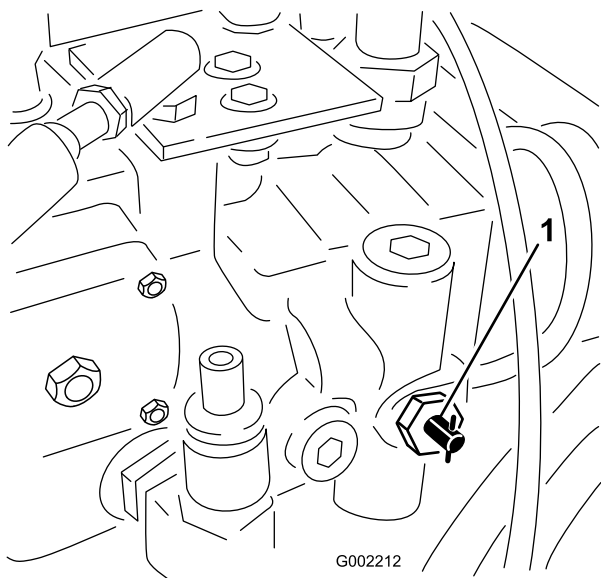

Рисунок 27
1. Поверните клапан буксировки (Рисунок 27) на 90 градусов в любом направлении, чтобы открыть его.